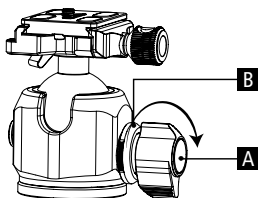
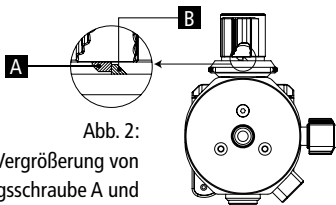

Abb. 1
Abb. 2:
2. Lösen Sie die Hauptverriegelungsschraube A (Abb. 1) und schwenken Sie die Kameraplattform vorsichtig, bis Sie die gewünschte Bewegungsempfindlichkeit gefunden haben.
3. Ziehen Sie dann den Dämpfungs-Knopf B heraus (Abb. 1) und drehen Sie ihn im Uhrzeigersinn, bis die beiden Stopper sich treffen (Abb. 2).
1. Ziehen Sie den Dämpfungs-Knopf [6] heraus (Abb. 1) und lassen Sie ihn los, wenn er gegen den Uhrzeigersinn in die entsprechende Position gedreht ist.
2. Drehen Sie die Hauptverriegelungsschraube [7] gegen den Uhrzeigersinn (Abb. 1) bis zum Anschlag des Dämpfungs-Knopfes [6] (Abb. 3), um die Kugel vollständig zu lösen und zu bewegen.